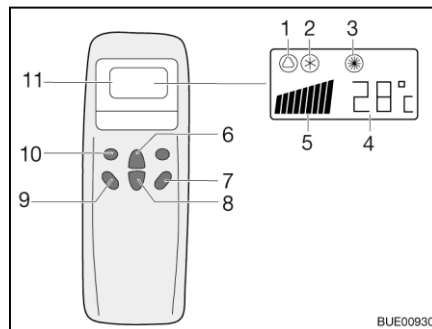
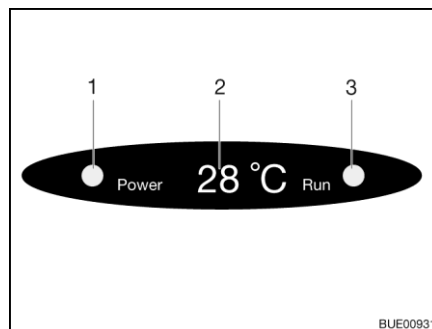

Fig. 226 Mando a distancia
Fig. 227 Indicación en el difusor
- Pulsar la tecla "ON/OFF" (Fig. 226,7).
- Pulsar la tecla "Mode" (Fig. 226,10) las veces que sean necesarias hasta que se visualice el modo de funcionamiento deseado (Fig. 226,1, 2 ó 3) en el display. La luz de control correspondiente en la indicación del difusor (Fig. 227,3) estará encendida.
- Ajustar la temperatura deseada con las teclas Aumentar temperatura (Fig. 226,6) o Reducir temperatura (Fig. 226,8).
- Seleccionar la etapa deseada del ventilador con la tecla Velocidad del ventilador (Fig. 226,9).